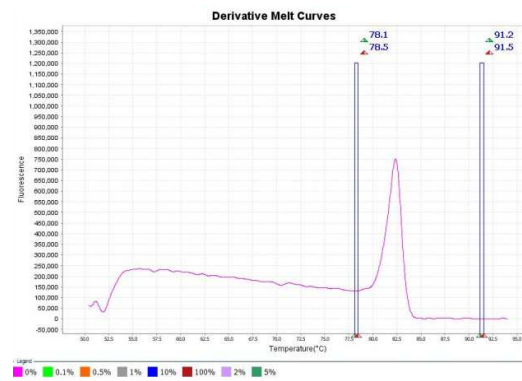

Fig. 7b
- Controle 100% metilação: pico único deslocado à esquerda (Fig. 7b)